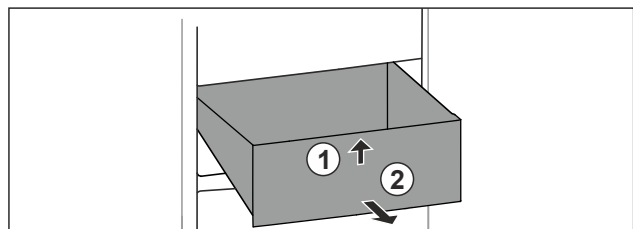

Fig. 66
- ▶ Unieść szufladę z przodu. Fig. 66 (1)
- ▶ Wyjąć szufladę do przodu. Fig. 66 (2)